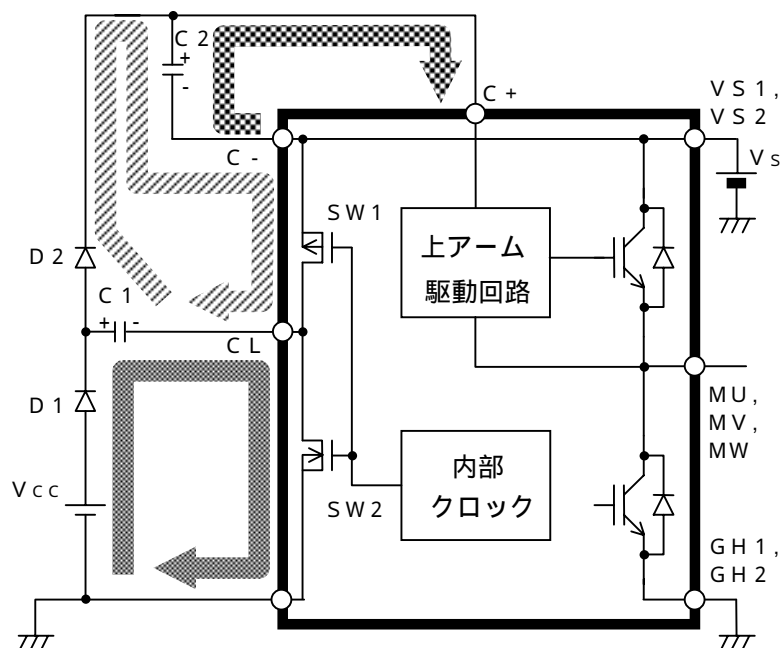

図7 . チャージポンプ等価回路
(9) VS1, VS2 端子
(10) C+, C-, CL 端子
- ・チャージポンプ回路は内部クロック（周波数は三角波発振回路で設定）によって動作します。図7で簡単に動作を説明します。SW1, SW2 は内部クロックに同期して交互にON/OFF動作を繰り返します。CL 電位が0Vの時（SW1: OFF、SW2: ON）、 V_{CC} からD1 を通って、C1 コンデンサに電荷を蓄えます（経路①）。次にSW1: ON、SW2: OFFにより、CL 電位が V_S 電位に持ち上がることによって、C1 コンデンサに蓄えられた電荷は、D2 を通ってC2 コンデンサに汲み上げられます（経路②）。この動作を内部クロック周波数で繰り返し、C2 コンデンサに電荷を充電させて上アーム電源を生成します。この上アーム電源（C2）からC+ 端子を介して、上アーム駆動回路に電力が供給されます（経路③）。